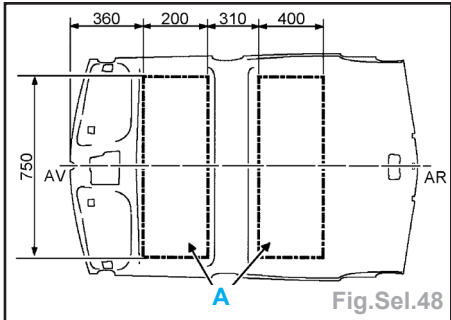

Fig.Sel.48
- Découper les emplacements des équipements à l'aide des gabarits joints à la garniture, selon besoin (Fig.Sel.48).